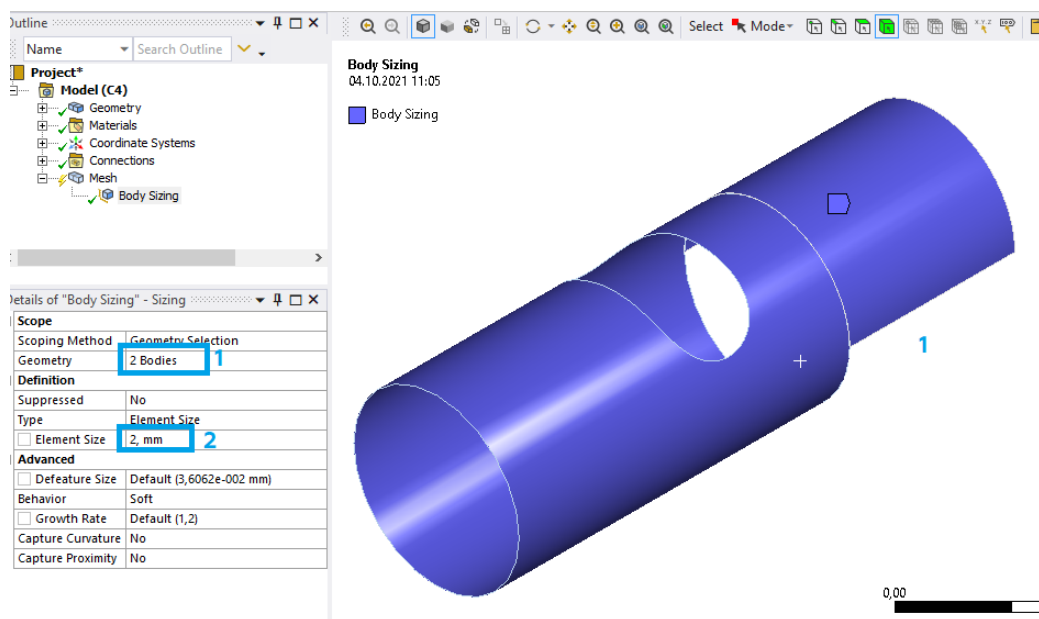

Рис. 20. Задание настроек сетки
15.4. Жмем ПКМ на **Mesh – Insert – Sizing**, выделяем обе геометрии (1) и задаем величину ячеек 2 мм (2) (рис. 20).